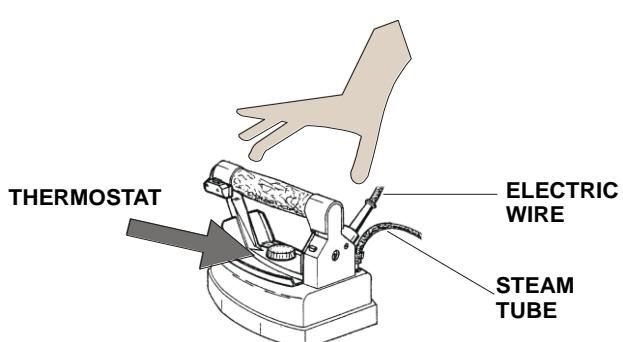
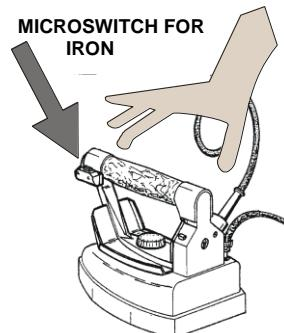

FIG. 2
FIG. 3
1. Passare il ferro da stirare sui capi da stirare (fig. 3), premendo ad intervalli il pulsante (microinterruttore) del vapore e contemporaneamente schiacciare il pedale dell'aspirazione (fig. 1). Si consiglia di tenere schiacciato il pedale dell'aspirazione qualche secondo in più del tasto del vapore, in modo da permettere che il capo si asciughi. Per una buona stiratura si consiglia di posizionare il termostato del ferro (fig. 2) verso la zona finale di "cotone".
4. Per la stiratura a secco si può regolare il termostato (fig. 2) sulle varie posizioni, a seconda del tipo di tessuto che si vuole stirare (fare riferimento quindi alle indicazioni apposte sui capi). Per lo stirare a vapore si deve regolare il termostato sulla posizione "cotone".
4. Danneggiamento dei cavi elettrici del ferro (Fig.2).
5. Perdita d'acqua dal ferro (Fig.3).
7. Lavare o pulire il ferro da stiro con l'acqua (Fig.3).